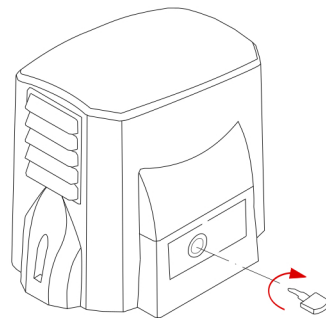

FIG. 1
- insertar la llave de desacople en su alojamiento y girarla hacia la derecha (90°) - (FIG. 1)